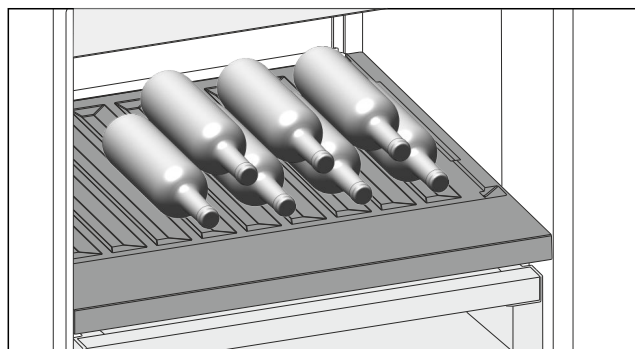

Fig. 167 Beispielhafte Darstellung
- Flaschen mit dem Boden nach hinten zur Rückwand einlegen. (siehe Fig. 167)